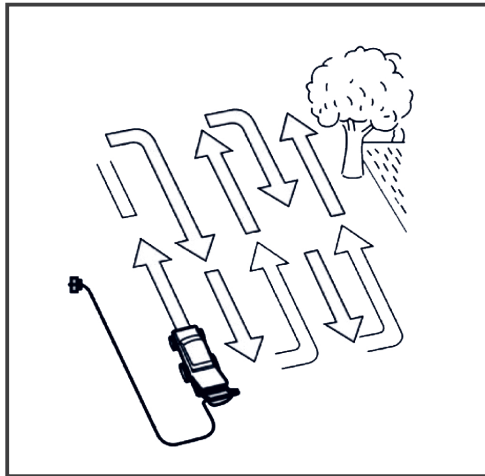

Рис.23
4. Чтобы предотвратить перекручивания шнура питания и риска перерезать его следуйте указаниям стрелки. Рис. 23.